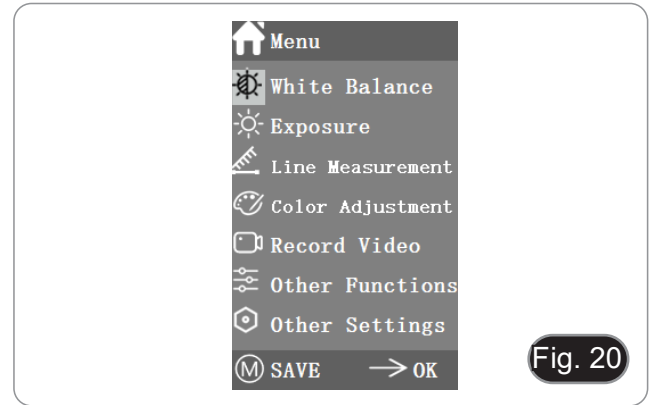

Fig. 20
2. La posición del cursor actual (es decir, la posición del icono resaltado) es la opción de la función de balance de blancos. (Fig. 20)